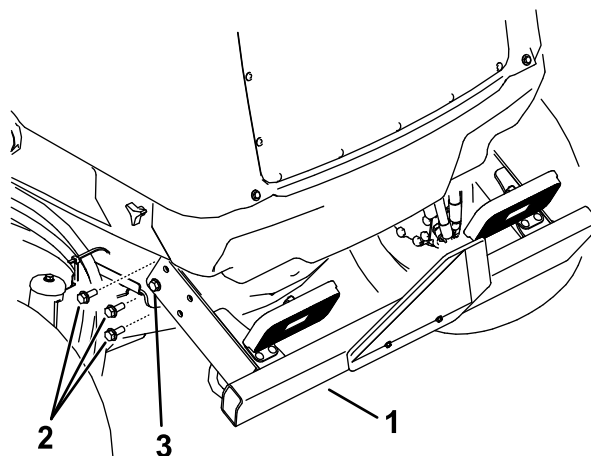

Рисунок 110
- Выверните 3 фланцевых винта с каждой стороны заднего бампера, как показано на Рисунок 110.
6. Поднимите задний бампер в исходное положение и заверните фланцевые винты. Затяните все фланцевые винты, которые крепят задний бампер к раме (Рисунок 110).